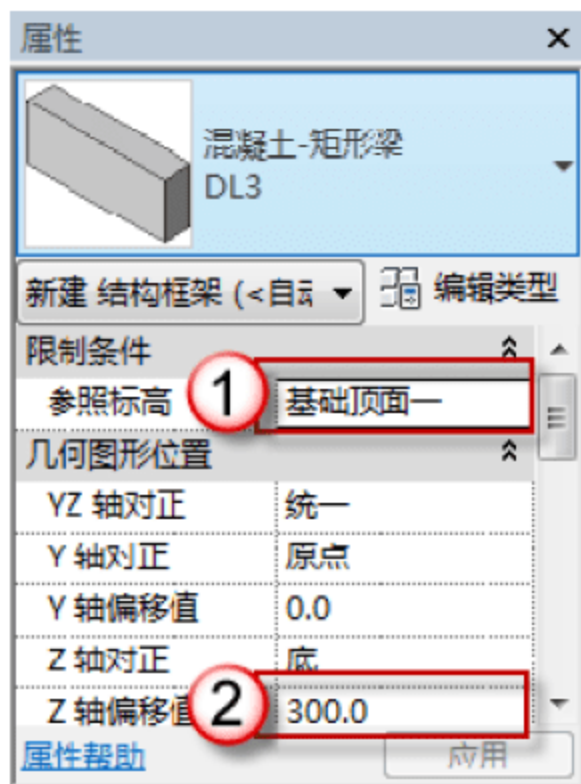
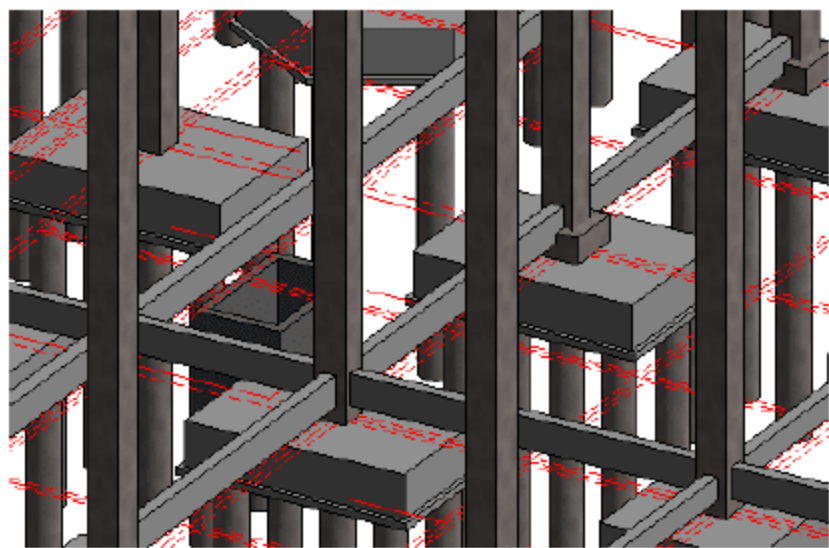

图 3.1.56 设置 Z 轴偏移值
图 3.1.57 绘制 DL3
(9) 绘制 DL3。选择“结构”→“梁”命令，在“属性”面板中调整参数标高（基础顶面一），Z 轴偏移值 300 个单位，如图 3.1.56 所示。找到 DL3 的位置从一侧向另一侧绘制，如图 3.1.57 所示。